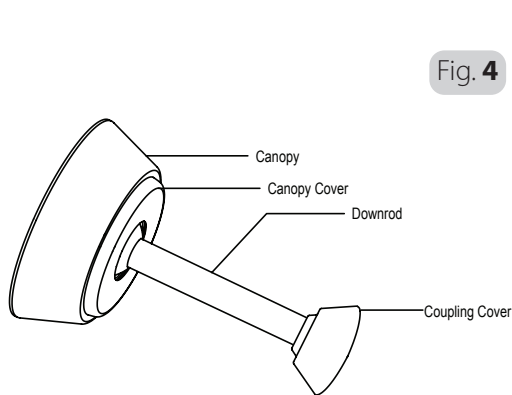

Fig. 4
1. Montieren Sie Abdeckhaube und die Kupplungsabdeckung über dem Hängerohr. Siehe Abb. 4.
1. Assemble the canopy, canopy cover and coupling cover over the downrod. Refer to Fig 4.
1. Assemblez le boîtier de protection et le couvercle de raccordement sur la barre. Voir Figure 4.
1. Assemblare la calotta e il copriflangia sopra l'asta. Vedere fig. 4.
1. Schuif de plafondkap en afdekking van de koppeling over de stang. Zie Fig. 4.
1. Monte cobertura e tampa de engate por cima da haste inferior. Consulte a Fig 4.